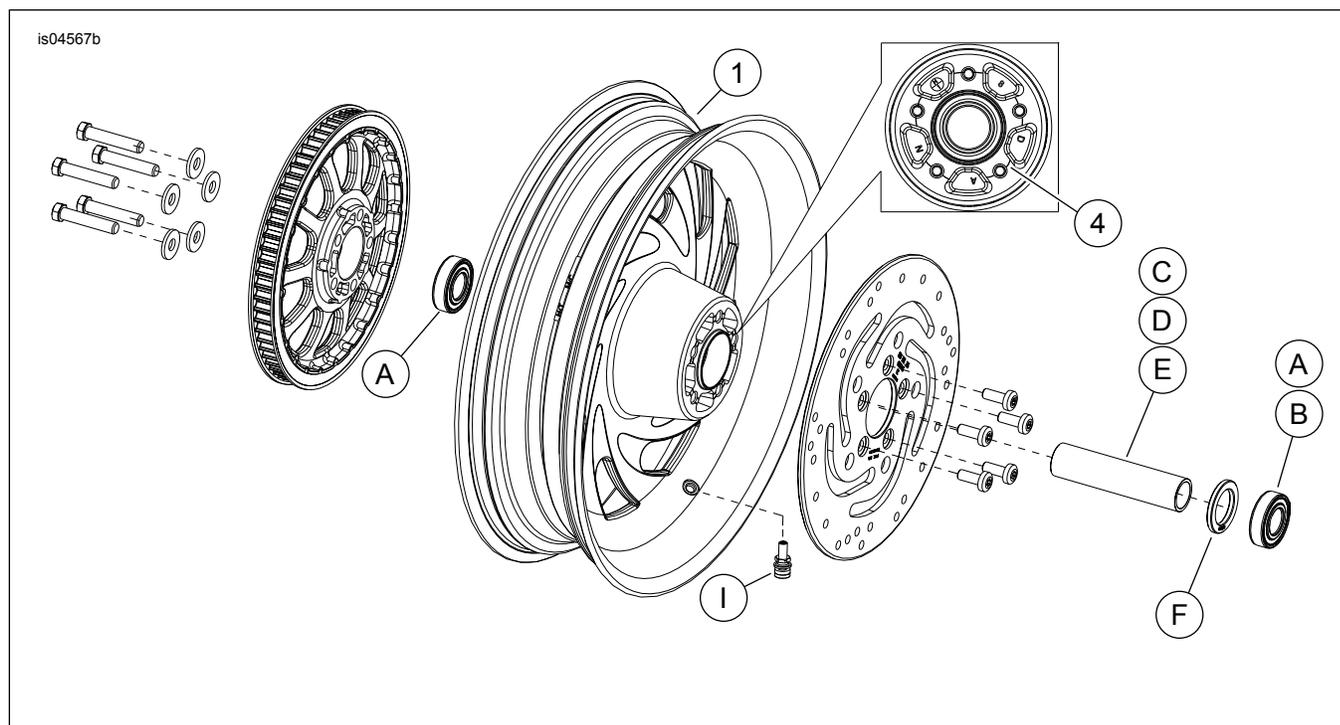

Figura 1. Parti di ricambio: Ruote posteriori Typhoon
Vedere Figura 1 e le tabelle delle parti di ricambio.
2. vedere Figura 1. Installare il gruppo dello stelo della valvola (I) sulla ruota. Vedere PNEUMATICI nel manuale di manutenzione.